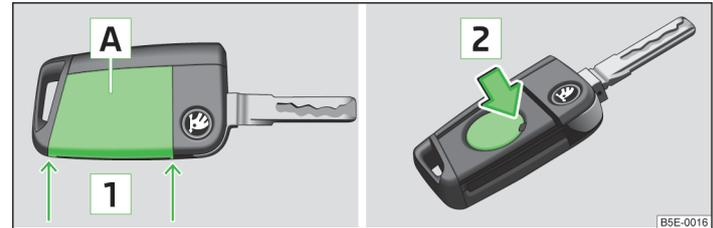

Abb. 9 Funkschlüssel: Deckel abnehmen / Batterie herausnehmen
Jeder Funkschlüssel enthält eine Batterie, die unter dem Deckel A untergebracht ist » Abb. 9. Wenn die Batterie entladen ist, blinkt nach dem Drücken einer Taste auf dem Funkschlüssel die rote Kontrollleuchte B nicht » Abb. 14 auf Seite 34.
- Die Batterieabdeckung mit dem Daumen oder mit einem flachen Schraubendreher im Bereich der Pfeile 1 abdrücken » Abb. 9.